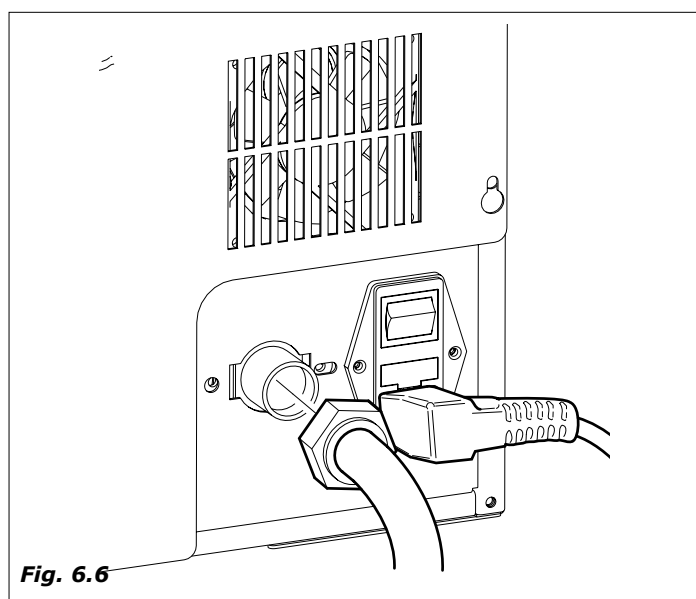

Fig. 6.6
- A Ligação contemplada é um 3/4 gas (Fig.6.6).